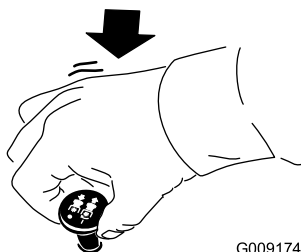

Figura 17
4. Mueva el mando de control de las cuchillas (TDF) a la posición de DESENGRANADO (Figura 17).